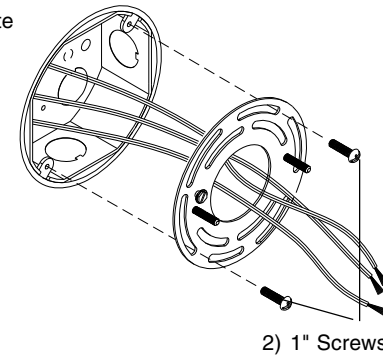

Figure 2
3. **With the power turned off at circuit breaker box**, position Mounting Plate (1) with threads facing outward near the junction box and feed supply wires through center hole. Position with installed Screws aligned vertically (after mounting) and secure to junction box using 1" (2) Screws provided. **See Fig. 2.**
3. **Con la electricidad apagada** en la caja de cortacircuitos, coloque la Placa de Montaje (1) cerca de la caja de lambrado y alimente los alambres de suministro por el agujero de centro, coloque con los Tornillos instalados alineados verticalmente (después de montaje) e roscas mirando hacia afuera. Asegure usando Tornillos 1" (2) proporcionados. **Vea Fig. 2.**